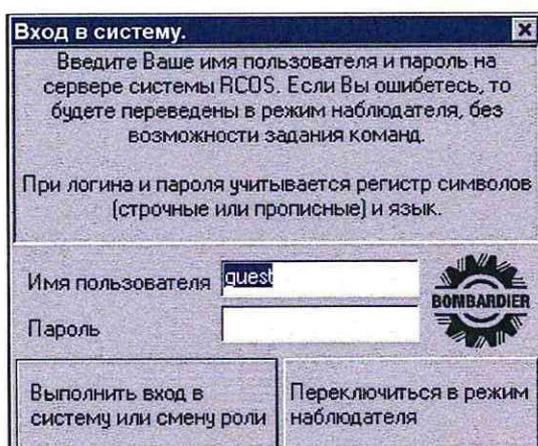

Рисунок 2 Окно входа в MultiRcos.
7.1.4 После входа в систему необходимо выйти из программы MultiRcos, которая автоматической загружается при включении АРМ ДСП, после завершения проверки войти в программу MultiRcos (Рисунок 2) .